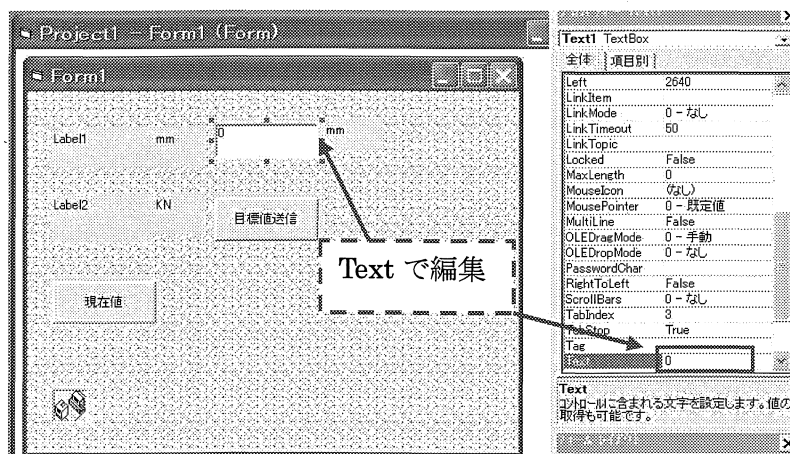

図 3.12 Text の編集
- f. ほかの項目の Caption も図 3.12 に示すように書き直すことができる。ただし、Text1 に表示する内容は Text1.Text で編集できる。